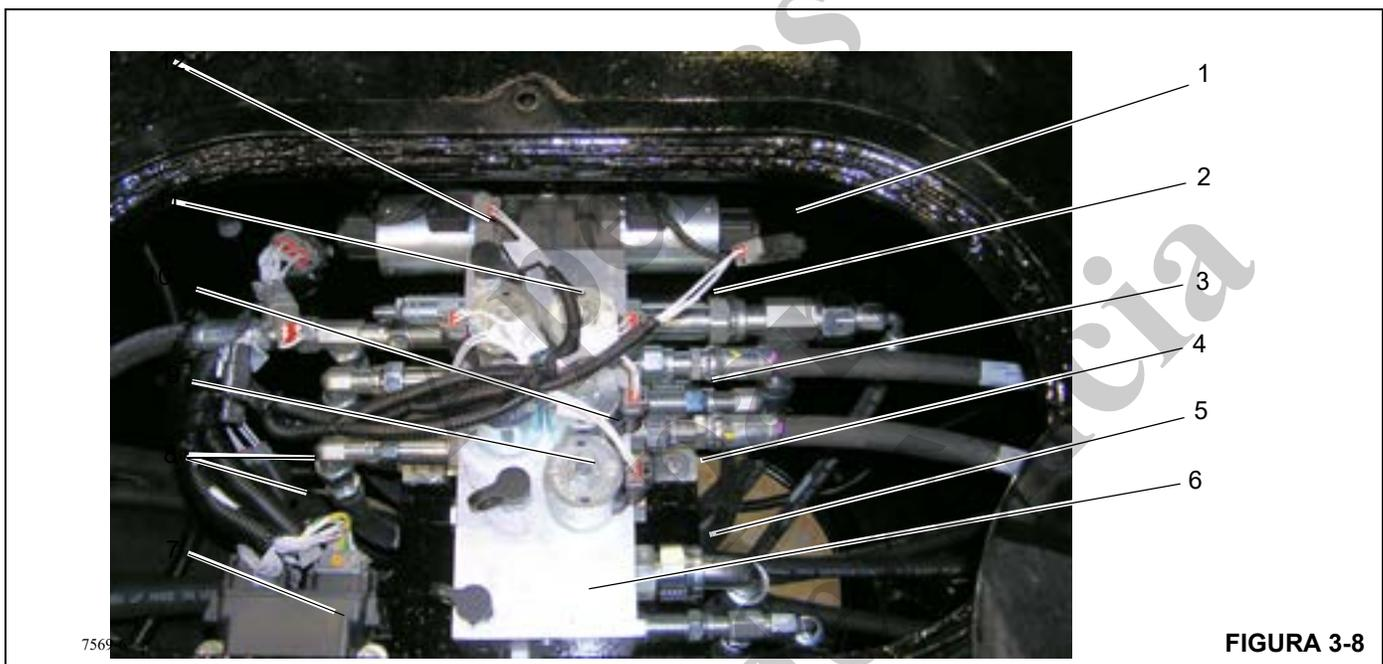

FIGURA 3-8
Há dois coletores de estabilizadores localizados na estrutura da caixa T do guindaste. O coletor do estabilizador frontal está montado no centro da estrutura do guindaste entre a cabine e a caixa do estabilizador frontal (Figura 3-8).
NOTA: Os módulos dos estabilizadores frontal e traseiro (Figura 3-8 e Figura 3-9) não são reparáveis. Entre em contato com o Serviço ao Cliente Manitowoc Crane Care sobre questões de serviço ou reparo do módulo.
Os solenóides no coletor do estabilizador frontal (Figura 3-8) controlam a seleção dos componentes do estabilizador frontal, estabilizador central dianteiro (SFO) (se equipado) e as funções de retração e extensão de todos os componentes do estabilizador frontal.
- O solenoide do estabilizador central frontal (SFO) único (4) (se equipado) estende ou retrai o SFO quando energizado. Sempre que o botão de retração no controle do estabilizador é pressionada, o SFO é retraído primeiro.
- O solenoide de extensão (12) controla as funções de extensão de todos os componentes do estabilizador.
- O solenoide de retração (1) controla as funções de retração de todos os componentes do estabilizador.
- Os solenoides (2) (3) e (10) (11) controlam os componentes do estabilizador frontal. Consulte na Figura 3-8 a identificação dos solenoides.
- Os módulos dianteiros inferiores N° 1 e N° 2 (7) estão conectados ao chicote elétrico (8) principal da estrutura inferior e fornecem dados funcionais do estabilizador para o coletor do estabilizador frontal.
Lista de itens da Figura 3-8